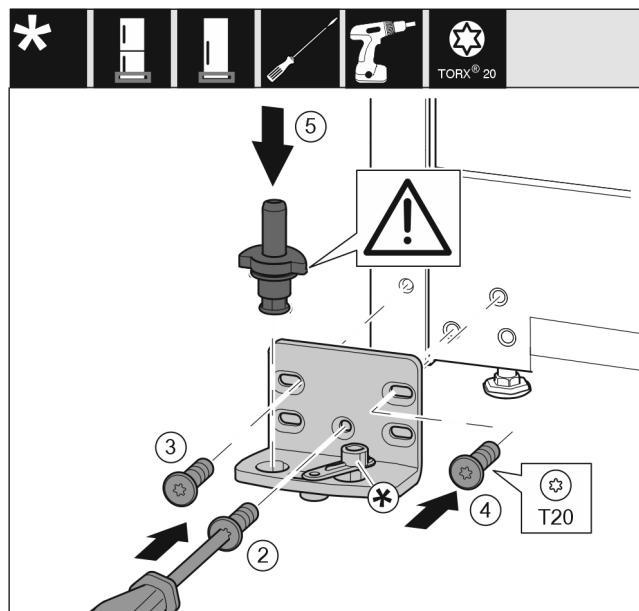

Fig. 16
- Postavite podložak ležaja na drugu stranu i pritegnite ga odvijačem. Započnite s vijkom Fig. 16 (2) dolje u sredini.
- Pritegnite vijke Fig. 16 (3) i vijke Fig. 16 (4).
- Potpuno umetnite podložak ležaja Fig. 16 (5). Pritom se pobrinite za to da je uskočna izbočina okrenuta prema natrag.